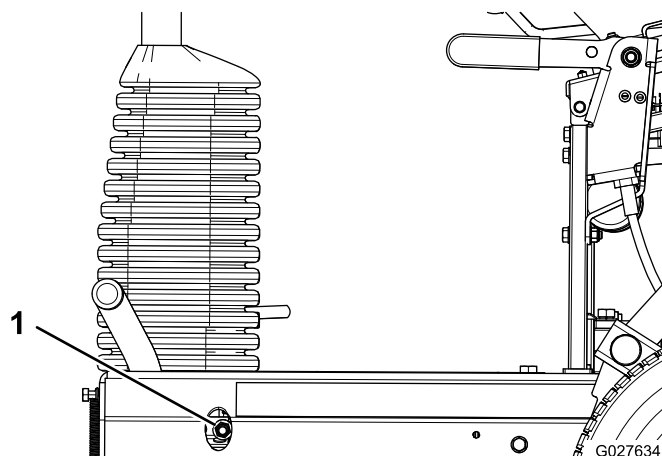

図 37
- ブレーキを強くするにはブレーキロックナットを締め付ける **図 37**。
- ブレーキを弱くするにはブレーキロックナットをゆるめる **図 37**。